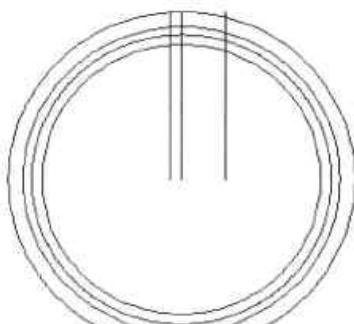

图12-42 偏移辅助线
**Step05** 执行“偏移”命令，将该垂直辅助线向左偏移 5mm，然后再将该辅助线向右偏移 20mm，如图 12-42 所示。